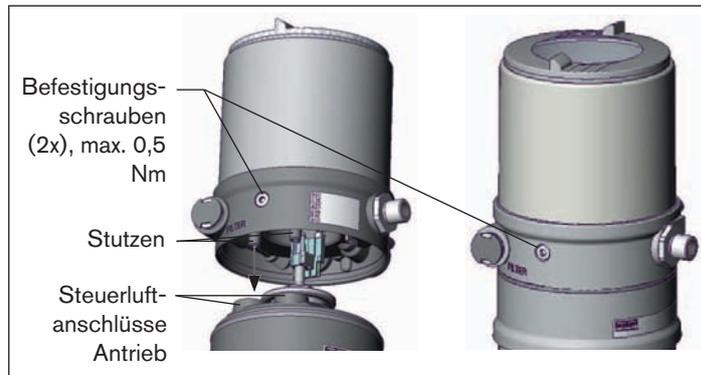

Bild 11: Montage Ansteuerung
2. die Stützen der Ansteuerung in die Steuerluftanschlüsse des Antriebs (siehe „Bild 11“) hineinfinden.